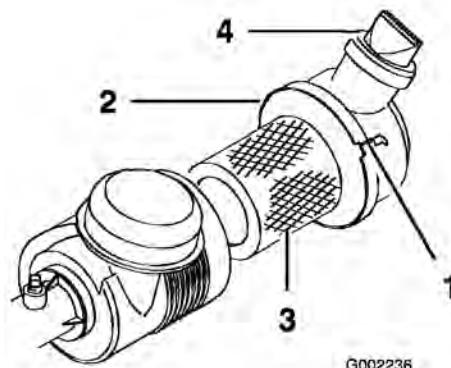

Figure 37
Recherchez sur le corps du filtre à air les dégâts susceptibles d'occasionner des fuites d'air. Vérifiez que le capuchon anti-poussière est bien serré sur le filtre à air. Remplacez le corps du filtre s'il est endommagé. Pressez la valve (Figure 37) avant chaque utilisation pour éliminer la poussière et les débris. Faites l'entretien du filtre à air toutes les 100 heures.
- Desserrez la fixation qui maintient le couvercle du filtre à air sur le corps (Figure 37) et séparez le couvercle du corps.
- Serrez les fixations (Figure 37).
- Montez le couvercle en dirigeant la valve vers le bas, et serrez les fixations (Figure 37).